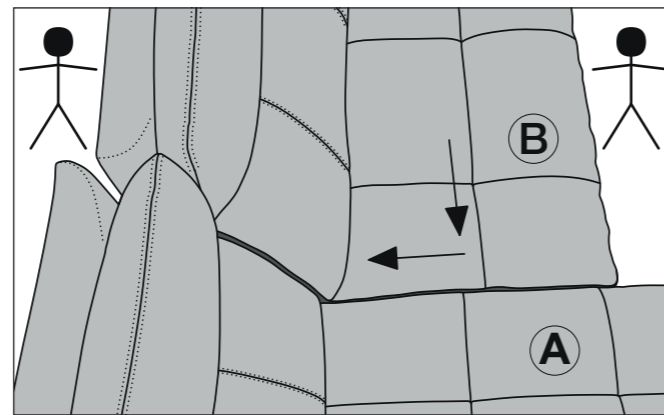

Abb. 4
Danach schieben Sie das Anreihsofa (B) zuerst dicht an den Longchair (A) und anschließend nach hinten, so dass der Schraubenkopf (5) der Anreihtraverse in die Bucht (6) der Longchairtraverse geführt wird. (Siehe Abb. 4 und 6)